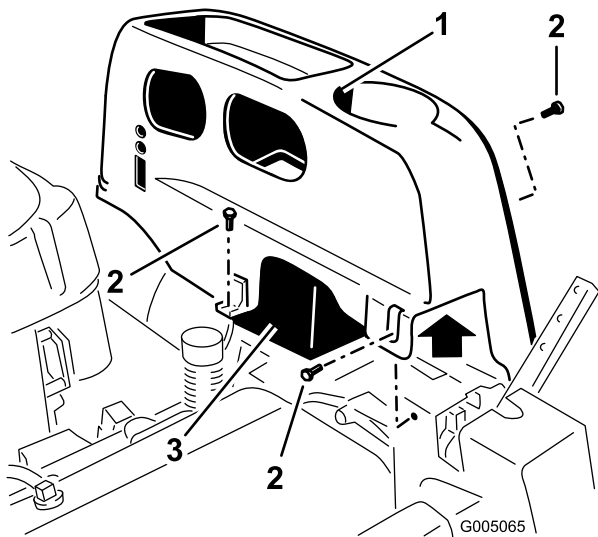

Bild 25
2. Nehmen Sie die TORX® Kopfschrauben (T25) ab, mit denen die linke Abdeckung am Rahmen befestigt ist, wie in Bild 25 dargestellt.